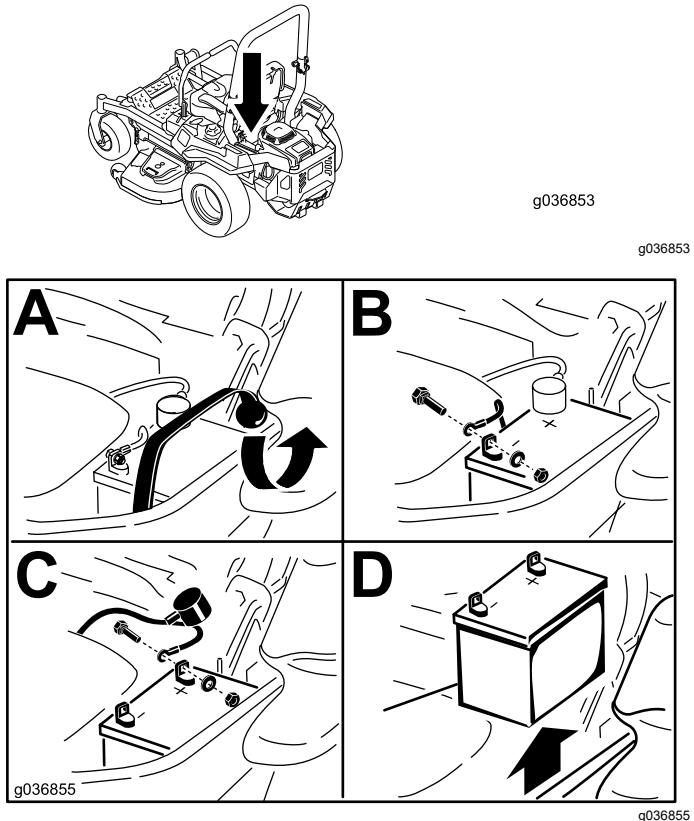

Figura 73
3. Retire la batería, según se muestra en Figura 73.
- Coloque la batería en la bandeja, con los bornes frente al depósito de aceite hidráulico (Figura 73).
- Fije los cables con 2 pernos, 2 arandelas, y 2 contratuerzas (Figura 73).
- Fije la batería con la correa de goma (Figura 73).